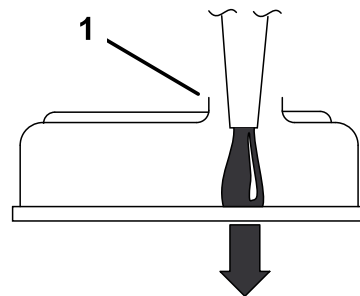

Figure 43
**Important:** Versez l'huile très lentement en prenant soin de ne pas obturer le trou de remplissage (Figure 43). Si vous versez l'huile trop rapidement ou si vous bouchez le trou, l'huile sera refoulée et encrassera les entrées d'air, ce qui endommagera le moteur.